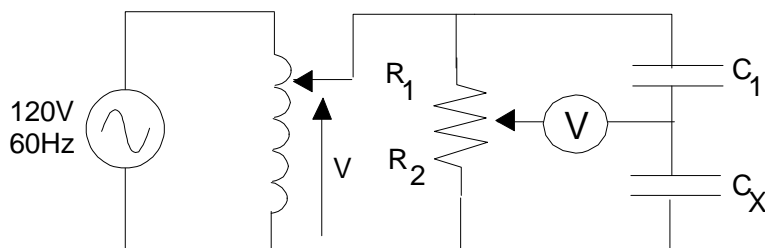

Figura 4.3
4. Analizar en el circuito de la figura 4.3, como se puede medir un condensador desconocido C_x . Se dispone de condensadores de $17,5\mu\text{F}$ y $35\mu\text{F}$ y de un potenciómetro de 330Ω . Tomar $C_x=17,5\mu\text{F}$.
Armar el circuito mostrado en la figura 4.3. Equilibrar el puente y medir las resistencias R_1 y R_2 de las dos secciones del potenciómetro de 330Ω . Si C_1 es el condensador conocido, deducir el valor del condensador C_x .